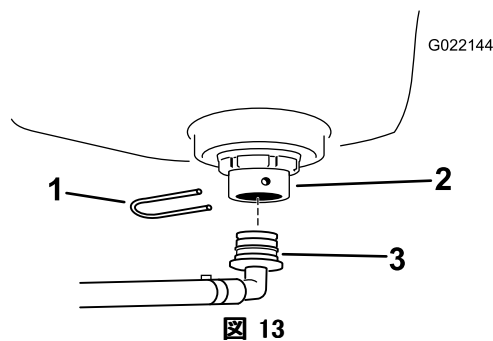

図 13
2. すすぎタンクのホースバンプ（鋸歯状）をバルクヘッド・フィッティングに取り付け（スプレーヤのフレームの穴に向くように取り付け）、リテーナフォークで固定する（図 13）。